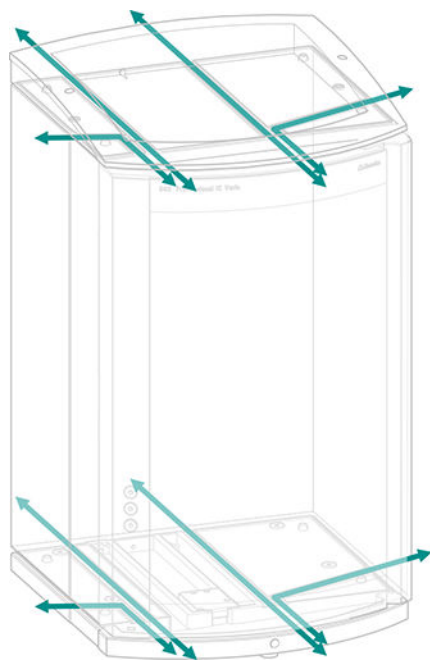

Abbildung 5 Kanäle für Kapillaren
- Kanäle zwischen dem Gerät und der Bodenwanne sowie zwischen dem Gerät und dem Flaschenhalter (siehe Abbildung 5, Seite 15)